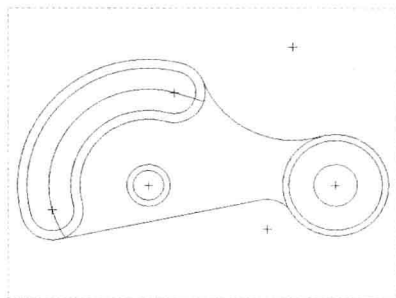

图 2-65 绘制圆弧 1
Step 04 在左下方的合适端点上单击鼠标左键,确认圆弧的第二点,创建圆弧,单击鼠标中键,即可通过3点/相切端绘制圆弧,如图2-65所示。